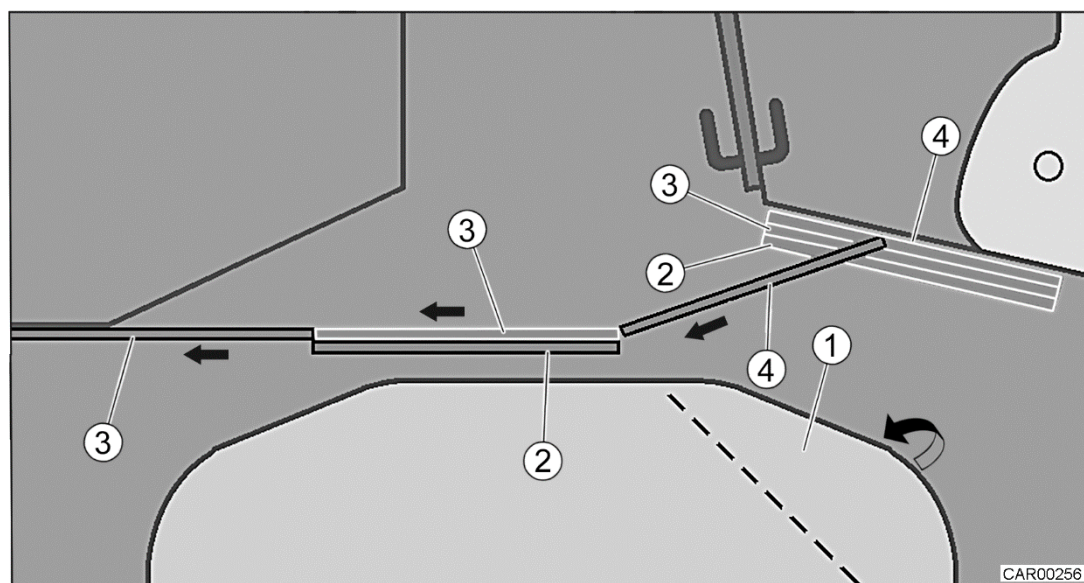

Fig. 94 Création d'un dressing (porte coulissante en trois parties)
2. Relever la pièce de lit (Fig. 94/1).
- Tirer la paroi (Fig. 94/2, Fig. 94/3) vers le milieu de la pièce.
- Faire glisser la paroi (Fig. 94/3) vers le côté gauche du véhicule.
- Faire glisser la paroi (Fig. 94/4) jusqu'à la paroi (Fig. 94/2).